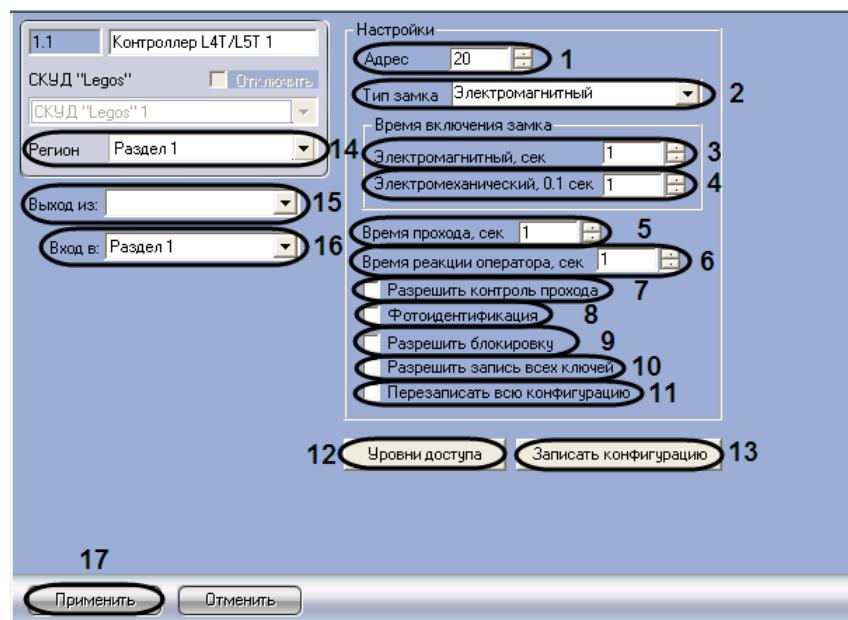

Рис. 3.3—26 Панель настройки объекта Контроллер L4T/L5T
- В поле **Адрес** ввести с помощью кнопок **вверх-вниз** адрес контроллера L4D/L5D в десятичной системе счисления (см. Рис. 3.3—26, 1).
- Из раскрывающегося списка **Тип замка** выбрать тип используемого замка – электромагнитный или электромеханический (см. Рис. 3.3—26, 2).